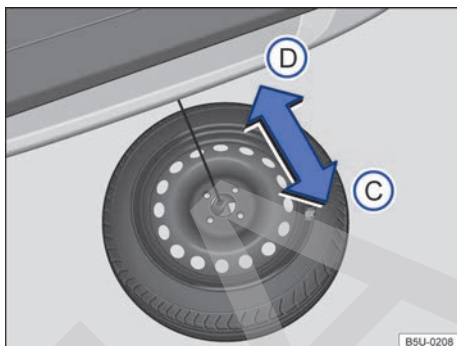

Fig. 167 Debajo del vehículo: rueda de emergencia totalmente en el piso y extracción de debajo del vehículo.
- Tirar con cuidado la rueda de emergencia, en el sentido de la flecha ⇒ fig. 167 (C), retirándola de abajo del vehículo.